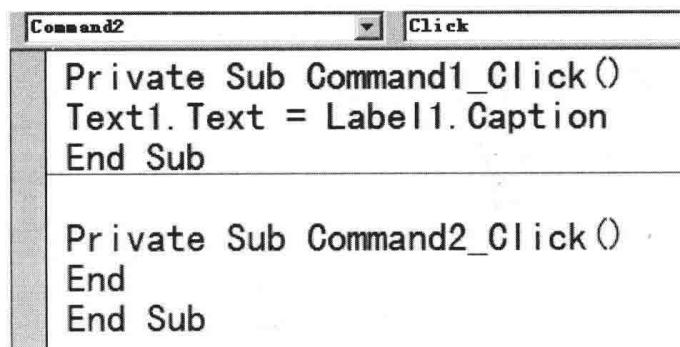

图 1-10 编写代码的窗口
3) 鼠标双击设计窗体的“开始”按钮, 出现代码窗口, 如图 1-10 所示, 写入代码: `Text1.Text = Label1.Caption`, 实现把标签的内容复制到文本